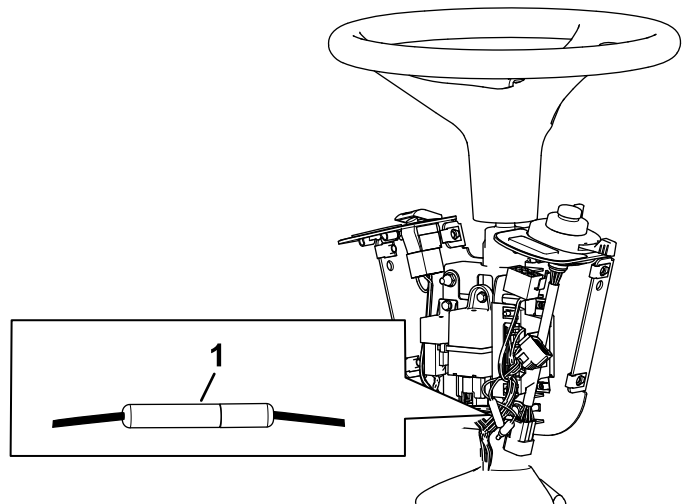

Figure 10
11. Branchez le connecteur cylindrique comme montré à la Figure 10.